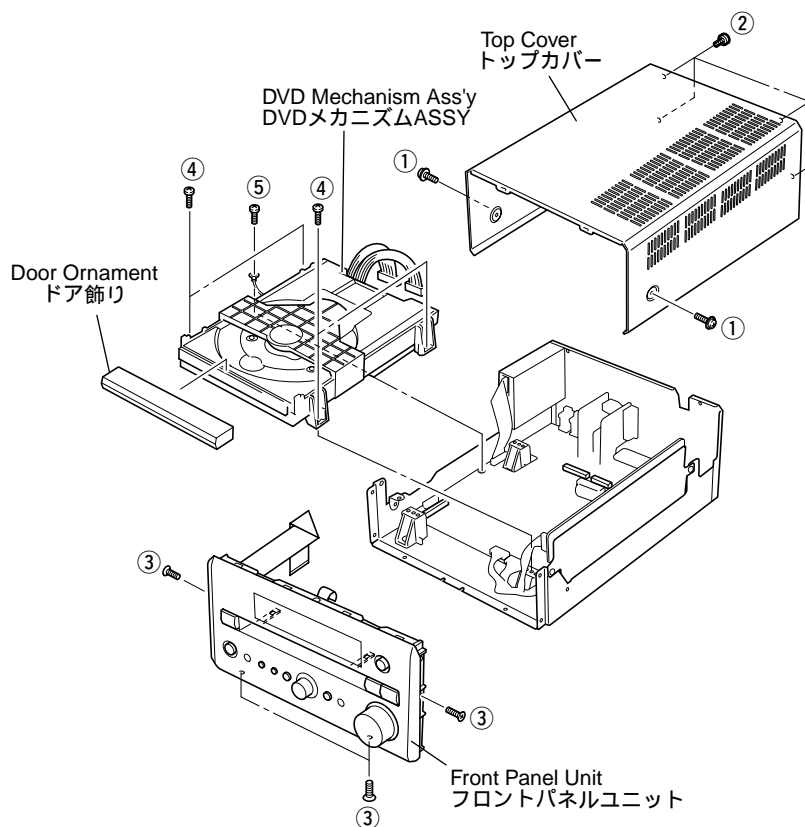

Fig. 1
- ② MAIN (2) P.C.B.
- ③ MAIN (3) P.C.B. (J model only)
- ④ MAIN (1) P.C.B.
- ⑤ POWER SUPPLY UNIT
- ⑥ FRONT P.C.B.
- ⑦ DVD MECHANISM ASS'Y
- a. Remove 2 screws (①) and 4 screws (②). (Fig. 1)
- b. Slide the Top Cover rearward to remove it. (Fig. 1)
- a. Open the tray, remove the door ornament and close the tray. (Fig. 1)
- b. Remove 4 screws (③). (Fig. 1)
- a. Remove 4 screws (④) and a screw (⑤). (Fig. 1)
- a. ①のネジ2本、②のネジ4本を外します。(Fig. 1)
- b. トップカバーを後方へスライドさせ取り外します。(Fig. 1)
- a. トレーを開き、ドア飾りを外し、トレーを閉じます。(Fig. 1)
- b. ③のネジ4本を外します。(Fig. 1)
- a. ④のネジ4本、⑤のネジ1本を外します。(Fig. 1)